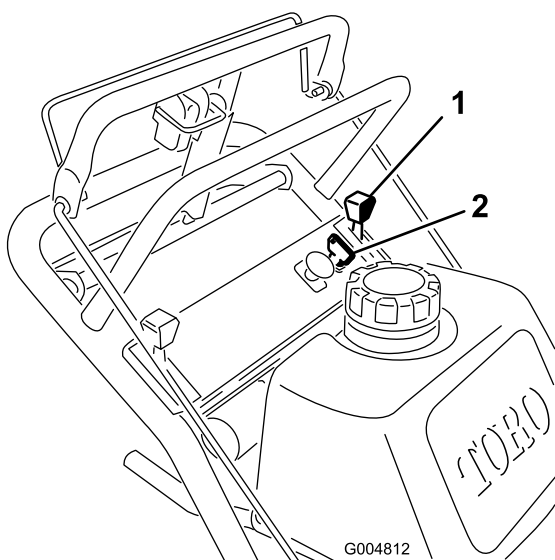

Figura 7
1. Mueva la palanca del acelerador a la posición **Lento** (Figura 7).
3. Haga girar la llave de contacto a **Desconectado** (Figura 7).